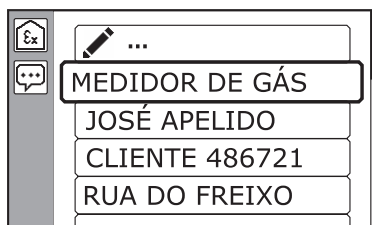

Fig. 20: Lista das observações
tir de uma lista das últimas 10 observações (fig. 20).
5. Confirme a pergunta. Surge a lista de observações (fig. 20).